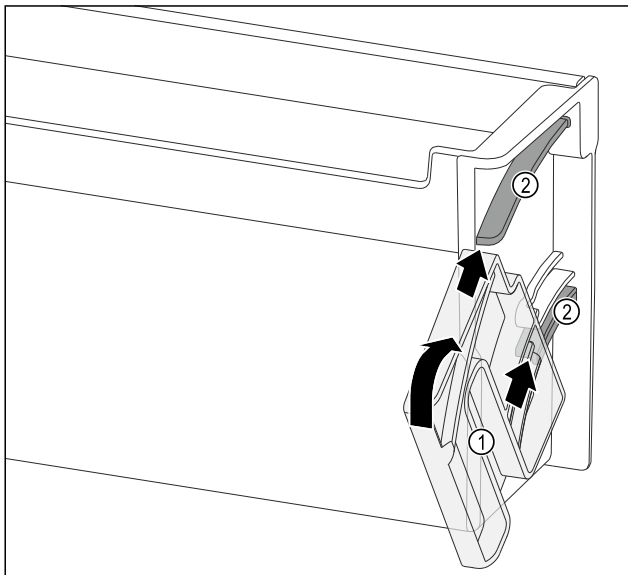

Fig. 100
- ▶ Poziționați unitatea de rotire Fig. 100 (1), astfel încât degajările să fie exact opuse față de canalele de ghidare Fig. 100 (2) ale raftului montat pe ușă.
- ▶ Rotiți unitatea de rotire Fig. 100 (1) în direcția indicată.